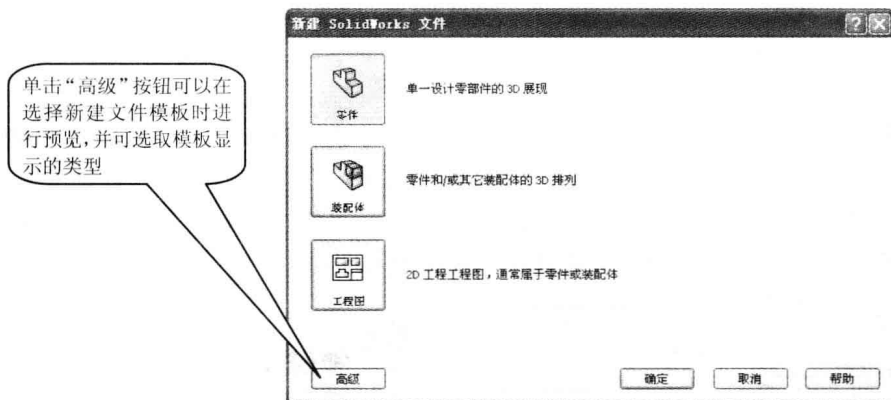

图 1-6 “新建 SolidWorks 文件”对话框
STEP 2 如图 1-6 所示，在打开的“新建 SolidWorks 文件”对话框中选择不同按钮，可以新建不同类型的文件，这里保持系统默认，选择“零件”按钮，再单击“确定”按钮即可新建零件文件。